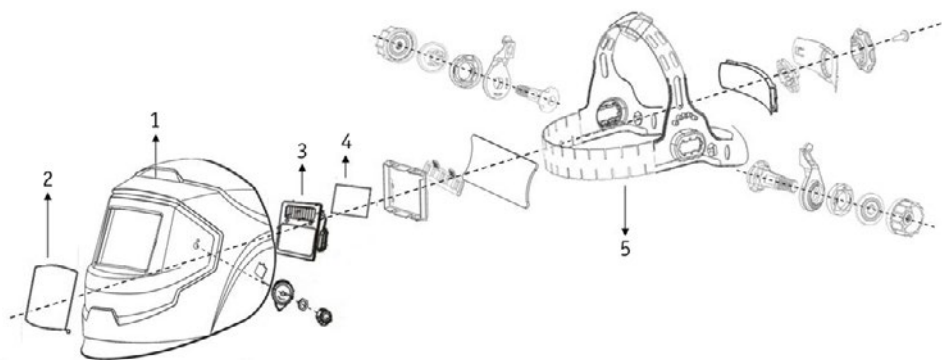

Рис. 2.
1. Корпус щитка поставляется в сборе со светофильтром. С помощью фиксаторов и гаек соедините корпус щитка с наголовником (См. рис. 2).